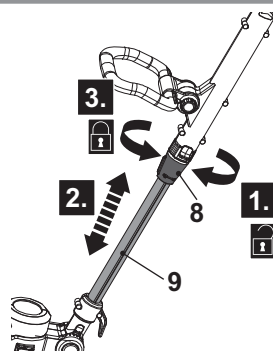

Fig. 7
1. Afloje el casquillo de cierre (8) en el sentido de las agujas del reloj (Fig. 7, paso 1).
2. Tire del polo inferior (9) hacia fuera o empújelo para ajustar la longitud deseada (Fig. 7, paso 2).
3. Apriete el casquillo de cierre (8) en el sentido contrario a las agujas del reloj (Fig. 7, paso 3).